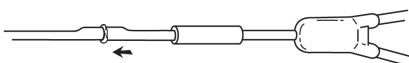

Fig. 7
7. Ωθήστε με απαλές κινήσεις τους μεταλλικούς σωληνίσκους του άκρου του καθετήρα αντικατάστασης εντελώς μέσα στον καθετήρα (Fig. 7)